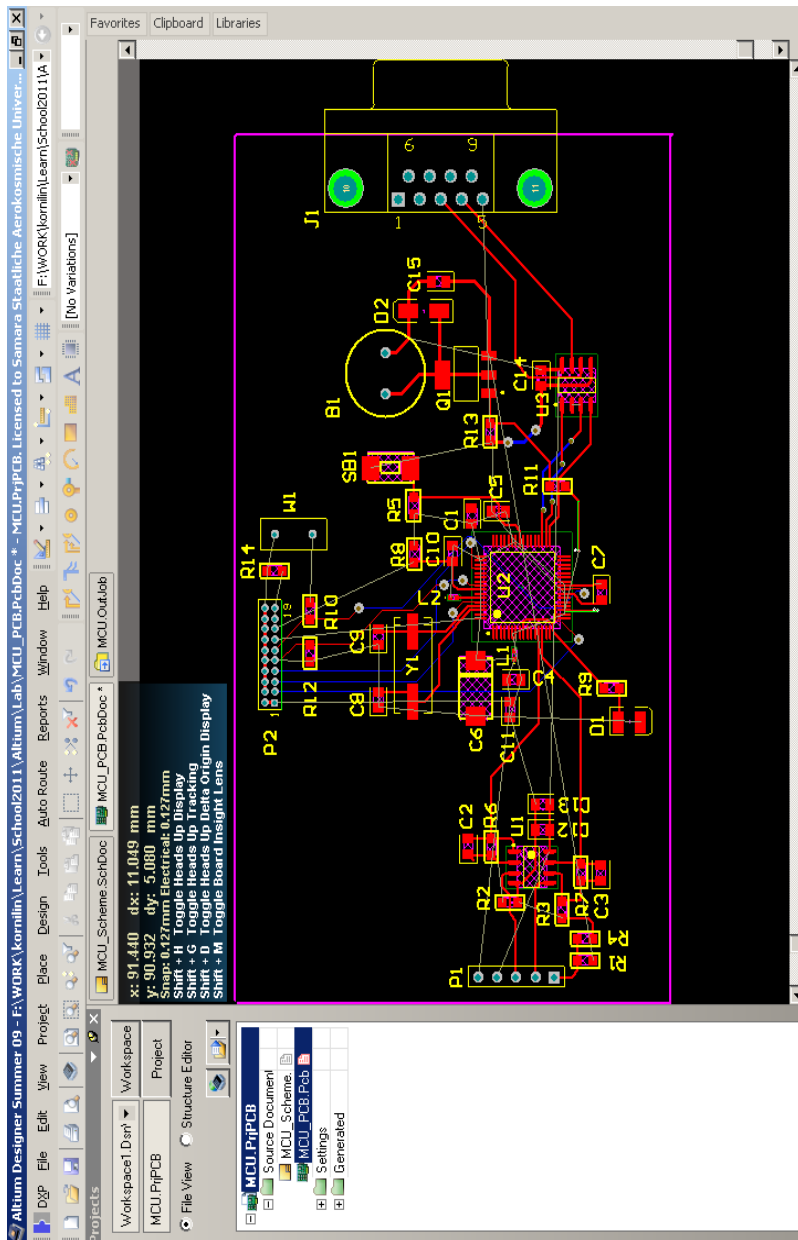

Рис. 23. Этап трассировки
22. Используйте *Place/Interactive routing* для трассировки платы на двух сторонах: *Top and Bottom*. Для переключения между слоями используйте закладку с именем слоя. Сначала проведите трассировку всех сигнальных цепей, затем, цепей питания и заземления. Некоторые проводники показаны ниже (рисунок 23).